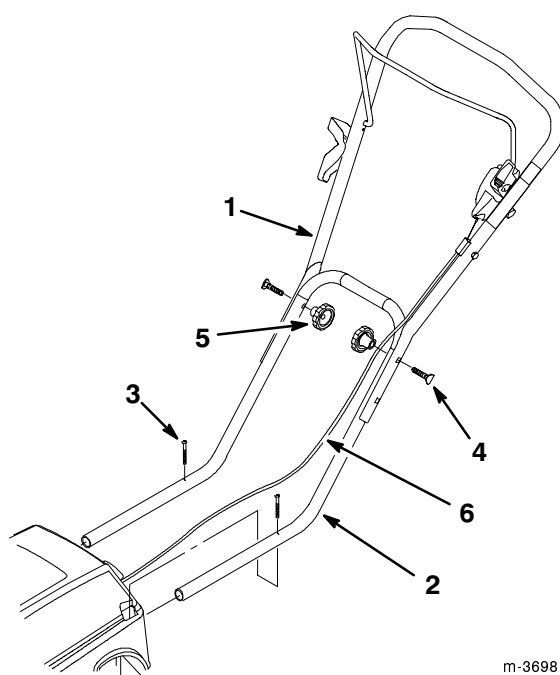

Figure 4
5. Placer les extrémités du mancheron supérieur de part et d'autre du mancheron inférieur (Fig. 4).
6. Choisir une paire de trous du mancheron supérieur, et les faire correspondre aux trous du mancheron inférieur (Fig. 4).
7. Assembler les deux éléments du mancheron au moyen des boutons et boulons (Fig. 4).